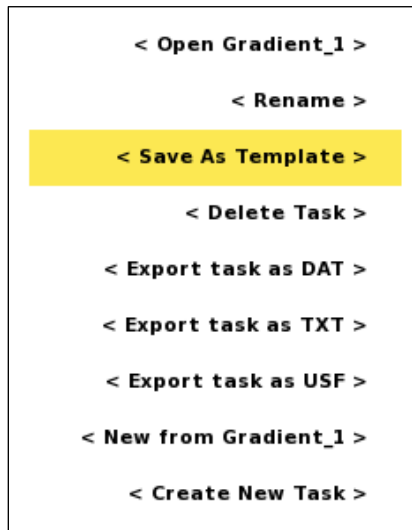

Figura 25 Menú de opciones de tarea con el elemento Guardar como plantilla resaltado
Una *plantilla* solo se puede crear desde la *página "Proyectos/Lista de tareas"* utilizando el menú de opciones Tarea (Figura 25).
- Mueva el resaltado del elemento <Guardar como plantilla> (Figura 25)